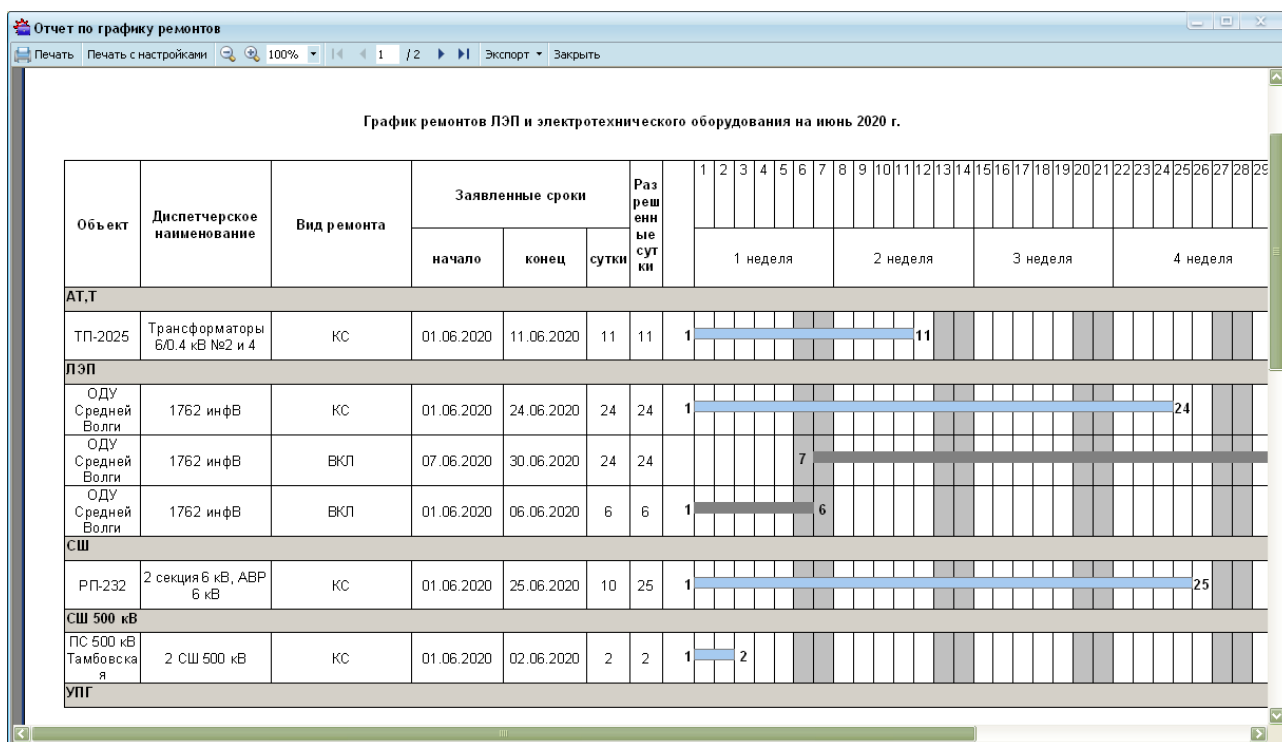

Рисунок 10.177 – Отчет «График ремонтов с диаграммой»
- отчет «График ремонтов с диаграммой» (Рисунок 10.177). Для формирования отчета необходимо выбрать пункт «График ремонтов с диаграммой» из раскрывающегося списка по кнопке « Отчеты» на панели инструментов;